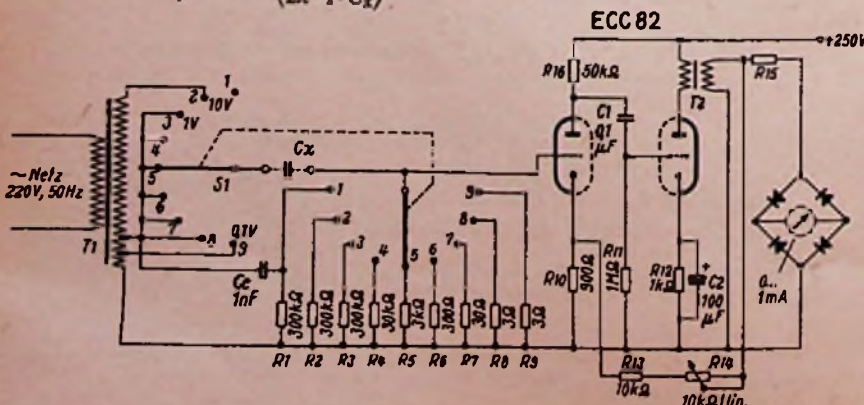

Bild 3. Schaltung eines Kapazitätsmeßgeräts
In der Schaltung des Meßgerätes (Bild 3) wird ein zweistufiger RC-gekoppelter Nf-Verstärker mit den beiden Triodensystemen der Doppelröhre ECC 82 verwendet, der den Verstärkungsfaktor 100 aufweist. Dieser Wert kann mit dem Widerstand  $R_{14}$  im Gegenkopplungskanal eingestellt werden, wenn die gekoppelten Schalter  $S_1$  und  $S_2$  auf Stufe 1 stehen. Dann liegen der bekannte Kondensator  $C_0$  und der Widerstand  $R_1$  in Reihe an der Spannung,
**Achtung!** Die angeführten Formeln gelten nur unter der Voraussetzung, daß der kapazitive Widerstand viel größer ist als der ohmsche Widerstand, an dem der Spannungsabfall gemessen wird. Das ist bei den Meßbereichen in Bild 3 berücksichtigt.